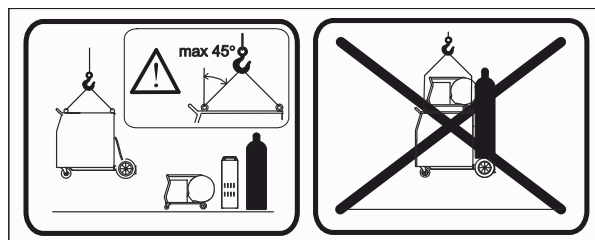

Bild 4
- Skruva i en lyftögla och belasta axiellt i 45 graders vinkel som i bild 4.